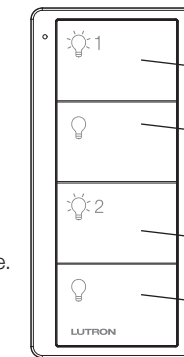

Abbildung 3c
- Nur für drahtlose 2-Gruppen-Pico-Steuerungen: Die zweite Gruppe wird durch Wiederholung der Schritte 1 bis 4 über die **Aus-Taste** in Gruppe 2 (Abbildung 3c) gekoppelt.